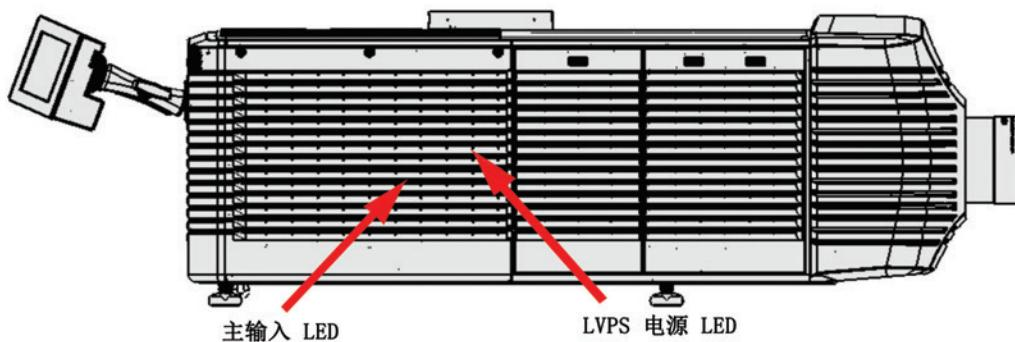

图 5-2 查看电源状态 LED
3. 仔细查看后部右侧栅格,确认电源。右上角应显示一个 LED。这说明 LVPS 已接通电源。左下角应显示另一个 LED,指示主输入。(图 5-2)